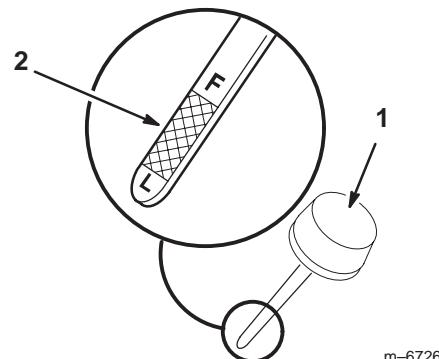

Figure 34
4. Remettez la jauge complètement dans le tube de remplissage sans la visser. Sortez de nouveau la jauge et examinez l'extrémité métallique (Fig. 34). Si le niveau est bas, versez lentement une quantité d'huile suffisante dans le goulot de remplissage pour amener le niveau au repère du plein ("F"), sans le dépasser.